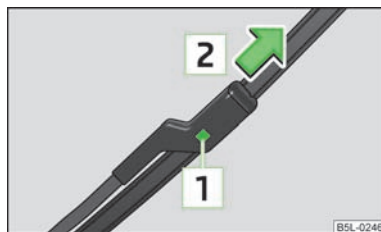

Fig. 31
- Carregue no elemento de segurança [1] » Fig. 31, para desbloquear a escova, e retire-a no sentido da seta [2].